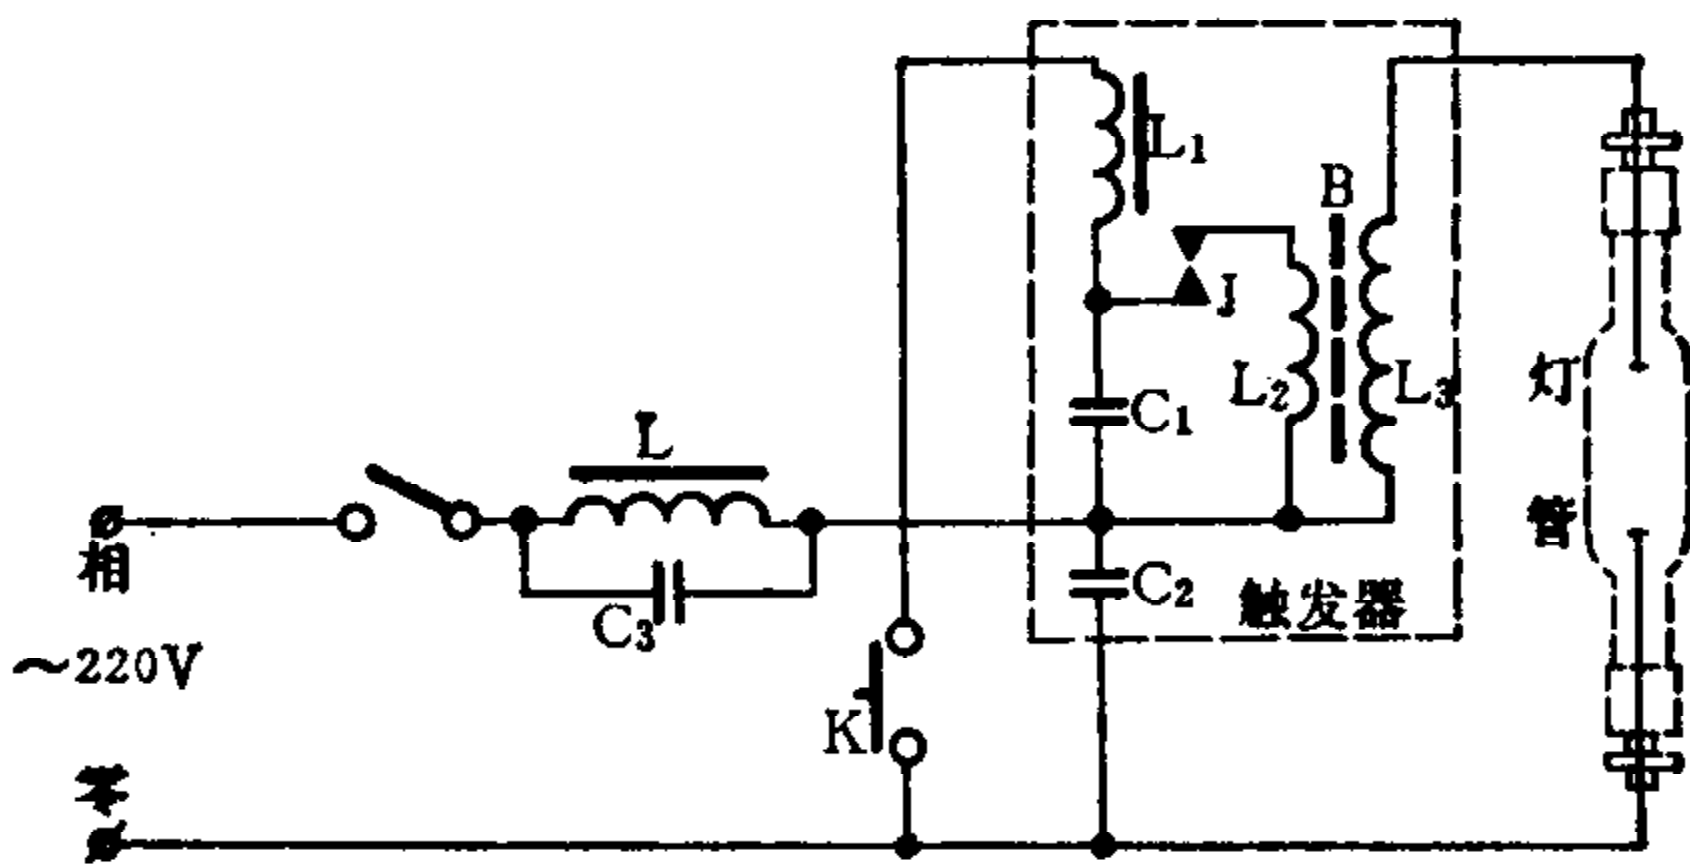

图 39·2-9 1000 W 钠铊铟灯工作线路
**a. 钠铊铟灯** ① 400瓦钠铊铟灯的工作线路可参照图 39·2-7,其启动和再启动性能与高压钠灯相似。② 1000瓦钠铊铟灯须加触发器启动,工作线路见图 39·2-9 所示。灯的启动过程为:接通电源,按下触发按钮 K,由于振子触点 J 周期性地吸合、断开, J、C1、L2 构成一个衰减式振荡回路,其振荡频率由 C1、L2 决定。B 的次级圈 L3 上将感应出 10 千伏的高频高压,灯管在此电压作用下即点燃发光。